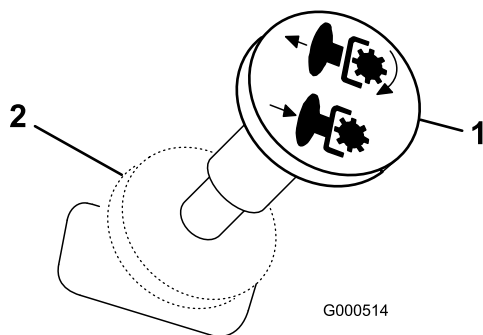

Figure 11
- Tirez sur la commande des lames pour engager les lames (Figure 11).
Poussez la commandes de lames en position Désengagée pour désengager les lames (Figure 11).